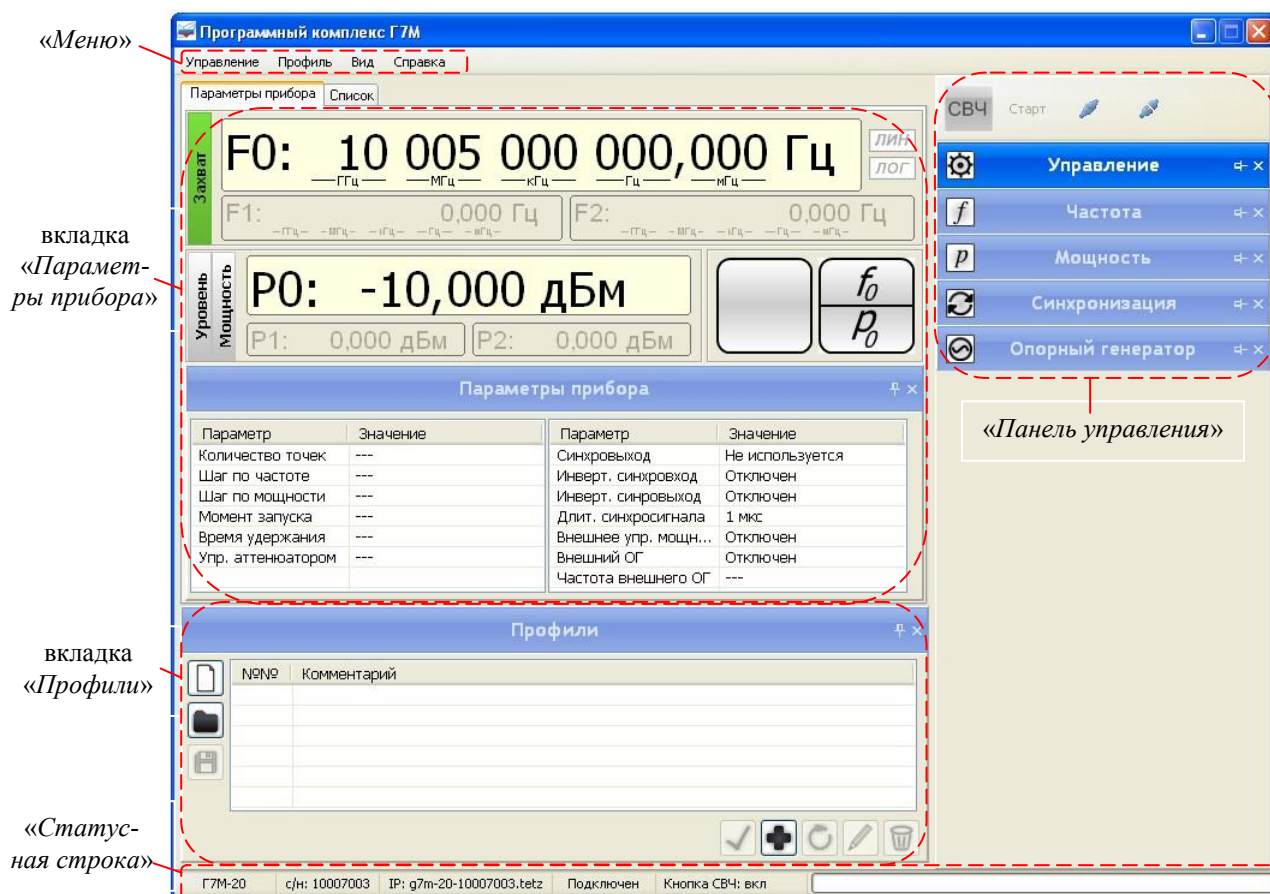

Рисунок 6.1 – Окно ПО
6.1.1 Для управления Г7М предназначено программное обеспечение «Программный комплекс Г7М». После установки и запуска окно ПО будет представлять собой Windows-приложение (рисунок 6.1).